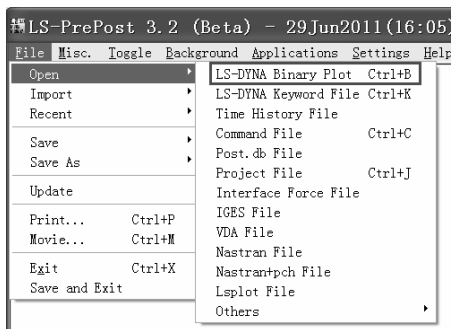
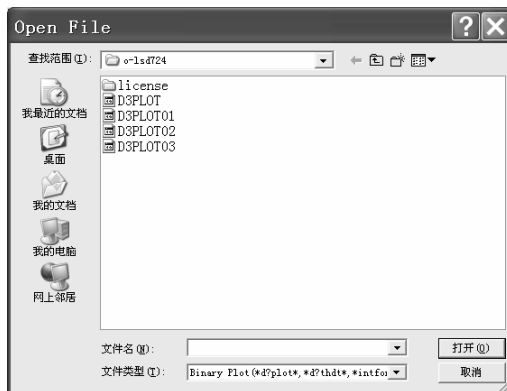

图 2-192 打开计算结果文件
图 2-193 “Open File”窗口
(3) 单击操作界面左上角的 File 下拉菜单，依次打开“Open”→“LS-DYNA Binary Plot Ctrl+B”（见图 2-192），弹出“Open File”窗口（见图 2-193）。